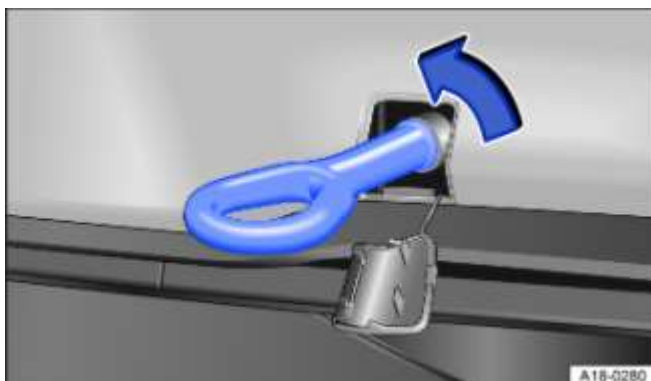

Fig. 178 Dans le pare-chocs arrière, côté droit : vissage de l'œillet de remorquage
- Vissez l'œillet de remorquage aussi fermement que possible dans son logement en le tournant **dans le sens inverse des aiguilles d'une montre** → Fig. 178 , → Montage de l'œillet de remorquage à l'arrière. Utilisez un objet approprié permettant de visser complètement et fermement l'œillet de remorquage dans son logement.